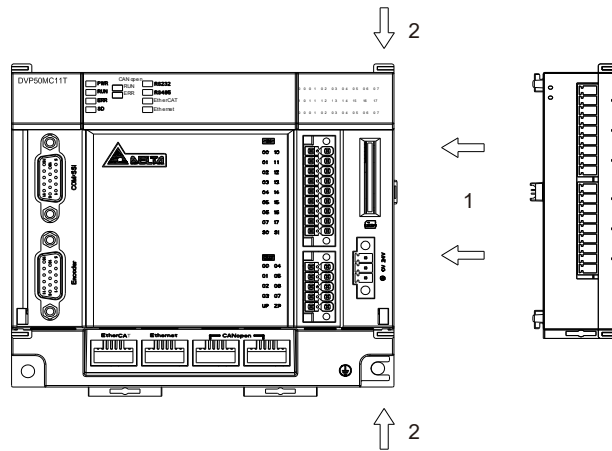

图 5.1.4.1
- 将 DVP-50MC 系列运动控制器右侧上下两端的扩展模块卡口打开，将 DVP16SP11T 模块沿四角上的导入孔装入，如图 5.1.4.1 步骤 1 所示。
- 压入 DVP-50MC 系列运动控制器上下两端的卡口，卡紧模块以保证接触良好，如图 5.1.4.1 步骤 2 所示。